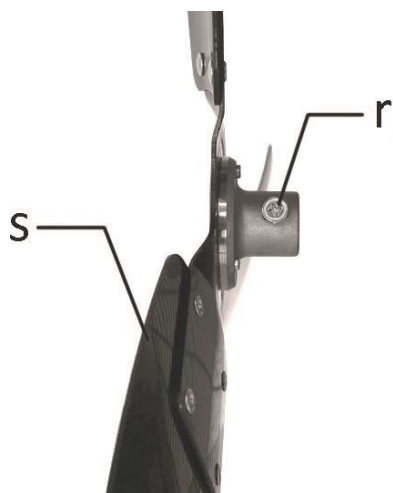

bild 13
1. Lossa skruvarna (r) från fläktbladet (s). (bild 13)